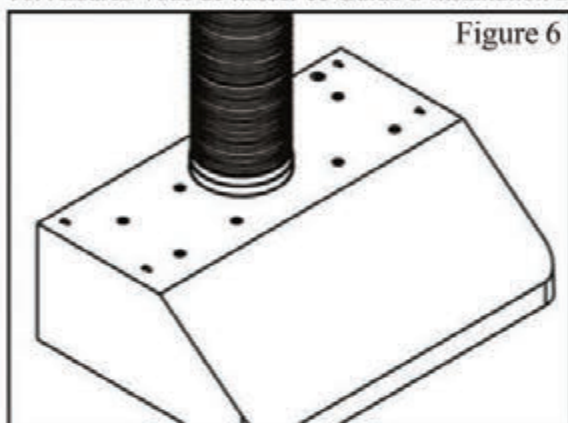

Figure 6
3. Utilisez un conduit circulaire de 7" en métal (suivez les codes de construction dans votre région) pour connecter la sortie d'air sur la hotte à la gaine ci-dessus. Utilisez du ruban argenté ou ruban à conduit pour rendre tous les joints sécuritaires et étanches. Se référer à la Figure 6.